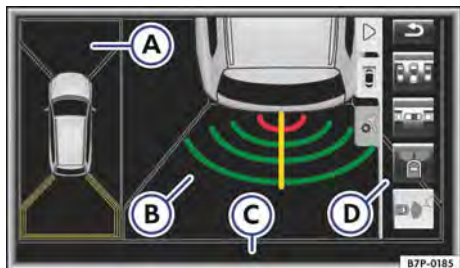
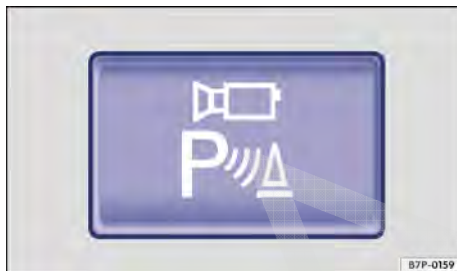
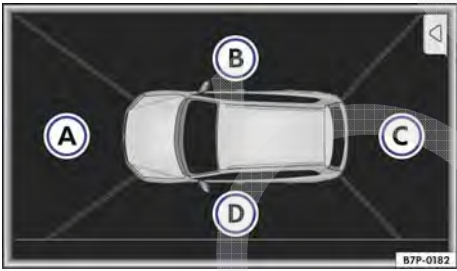

Fig. 183 Exibição da visão do ambiente: auxílio de reboque ligado.
Fig. 184 Na parte superior do console central: botão para ligar manualmente a visão do ambiente.
Fig. 186 Exibição da visão do ambiente: vista aérea.
Áreas de função no display Fig. 183:
Ligar a exibição manualmente:	Pressionar o botão → Fig. 184. A vista aérea é ligada no display do sistema Infotainment → Fig. 186. Se o botão for acionado a uma velocidade acima de aproximadamente 15 km/h (9 mph) não ocorre nenhuma troca de imagem.
Ligar a exibição automaticamente:	Engatar a marcha a ré. É exibida a vista da imagem da câmera atrás do veículo no modo de estacionamento transversal com a mini-vista aérea → Fig. 183 (A) → Página 250.
Desligar a exibição manualmente:	Pressionar novamente o botão → Fig. 184.
Pode ser selecionado entre 4 diferentes exibições da imagem da câmera (vistas) Fig. 186:
Com a exibição de todas as imagens das câmeras é gerada uma vista aérea → Fig. 186. A vista aérea pode ser selecionada tocando brevemente no *veículo* dentro da área → Fig. 183 Ⓐ.
Ao tocar nas áreas individuais na vista aérea → Fig. 186 Ⓐ até Ⓓ ou na mini-vista aérea → Fig. 183 Ⓐ podem ser selecionadas as exibições das imagens das câmeras.
Com a combinação de todas as imagens das câmeras é gerada uma vista aérea → Fig. 186. A vista aérea pode ser selecionada tocando brevemente no *veículo* dentro da área.
Ao tocar nas áreas individuais na vista aérea → Fig. 186 Ⓐ até Ⓓ ou na vista em miniatura aérea podem ser selecionadas as exibições das imagens das câmeras.
Modo principal	São representados o veículo e o ambiente próximo na perspectiva de cima → Fig. 186 Ⓐ.